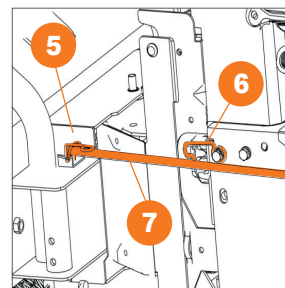

Рис. 9
- Кулису щетки **7** проденьте через кольцо **6** и зафиксируйте в гильзе **5** (Рис. 9).